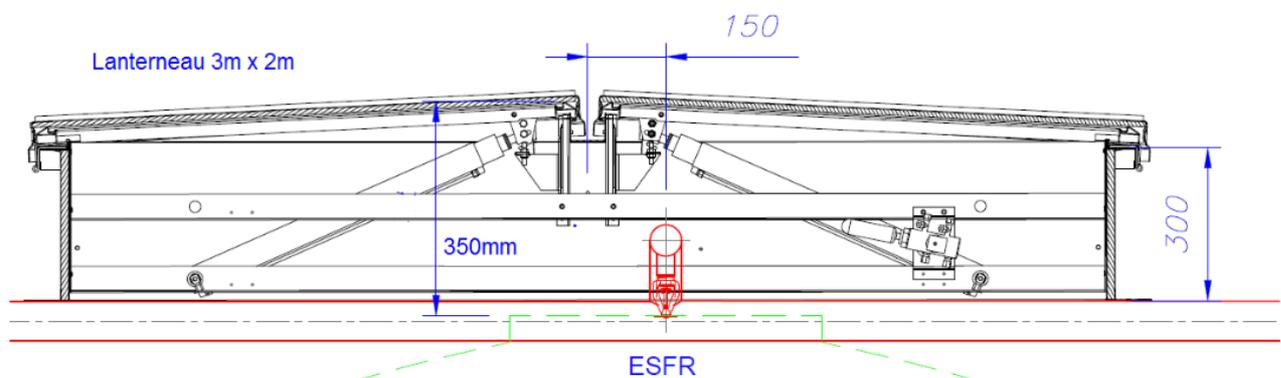

Figure 1
- 1.11. Si des exutoires de fumée ou des lanterneaux sont installés, une tête sprinkler devra être installée dans le centre de l'exutoire (voir figure 1) sauf si les conditions suivantes sont respectées :